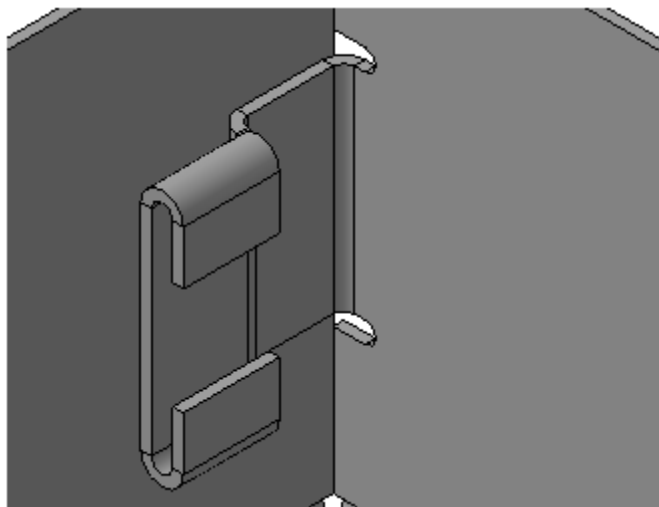

Рисунок 34.
- Постройте такой же сгиб на нижнем ребре подсечки (рис. 34).